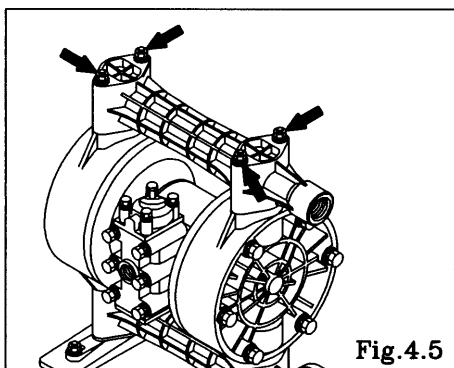

Fig.4.5
- ・タイロッド上側のナット 4 か所を外し、アウトマニホールドを取り外す。〔Fig.4.5〕